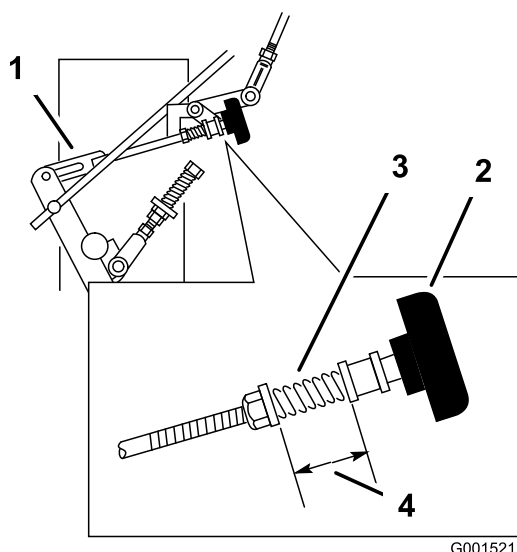

Figura 35
antiorario finché lo pneumatico non inizia a girare in avanti (Figura 35).
4. Girate la manopola 1/4 di giro per volta in senso orario. Quindi, spostate in posizione di MARCIA AVANTI la leva di comando della velocità e riportatela indietro in posizione di FOLLE. Ripetete queste operazioni finché la ruota destra non gira più in avanti (Figura 35).
6. La molla che tiene in tensione la manopola non dovrebbe necessitare di regolazioni in condizioni normali; tuttavia, in caso sia necessario farlo, regolate la lunghezza della molla a 26 mm tra le rondelle (Figura 35).
7. Regolate la lunghezza della molla ruotando il dado davanti alla molla (Figura 35).